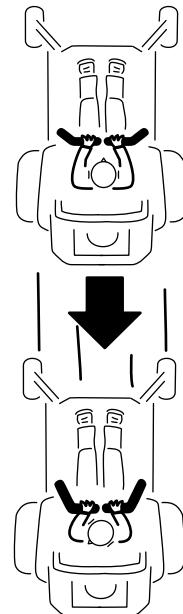

Bild 22
2. Ziehen Sie zum Rückwärtsfahren die Fahrantrebshebel langsam nach hinten (Bild 22).